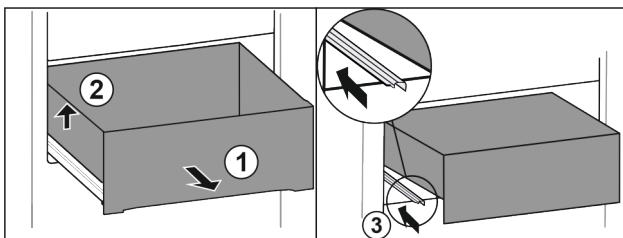

Fig. 71
- ▶ Изтеглете чекмеджето докрай. Fig. 71 (1)
- ▶ Повдигнете чекмеджето отляво. Fig. 71 (2)
- ▶ Вкарайте лявата релса. Fig. 71 (3)